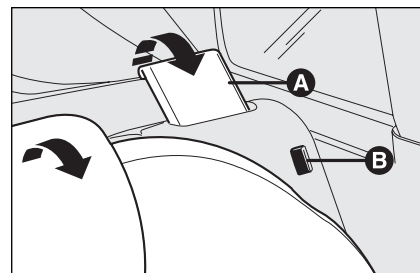

fig. 97
- ☐ levante la palanca **A-fig. 97** de sujeción del respaldo e incline este último hacia adelante. Cuando se levanta la palanca se puede ver una “banda roja” **B**.